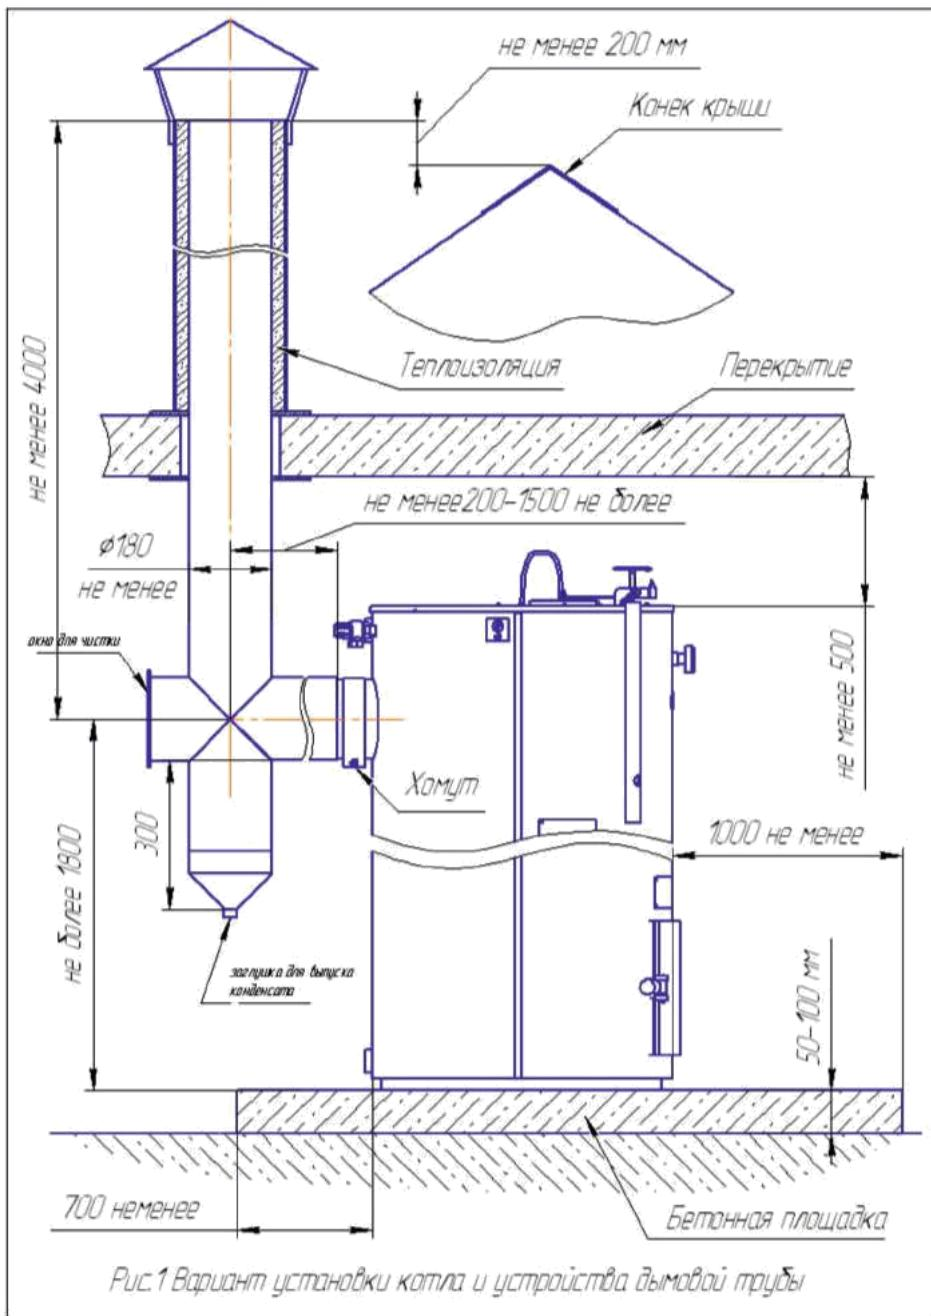

Рис.1 Вариант установки котла и устройства дымовой трубы
4.4.4 Дымовой канал от котла до дымовой трубы должен быть не длиннее 1,5 м и не короче 0,2 м, надёжно герметизирован в местах соединения и весь изолирован теплоизоляционным материалом и иметь окно для чистки, герметично закрывающееся крышкой. (рис. 1)